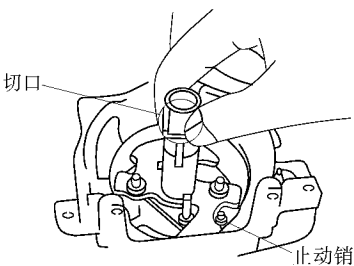

图 5-49 将信号转子轴装到调速器上
1) 将调速器轴上涂一薄层耐高温润滑脂，按图 5-49 所示将信号转子轴装到调速器轴上。